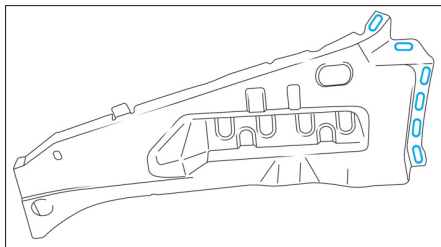

FIG. 9
- Effectuer six trous oblongs de 6 x 20 mm dans la doublure de joue d'aile avant (Fig.9).
- Effectuer six trous oblongs de 6 x 20 mm (flèches) dans la doublure de joue d'aile avant (Fig.9).